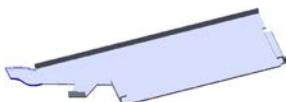

图 6.26 薄片 1
Step12. 创建图 6.26 所示的钣金特征——薄片 1。
(1) 选择命令。选择下拉菜单 **插入(I)** → **钣金(H)** → **基体法兰(B)...** 命令